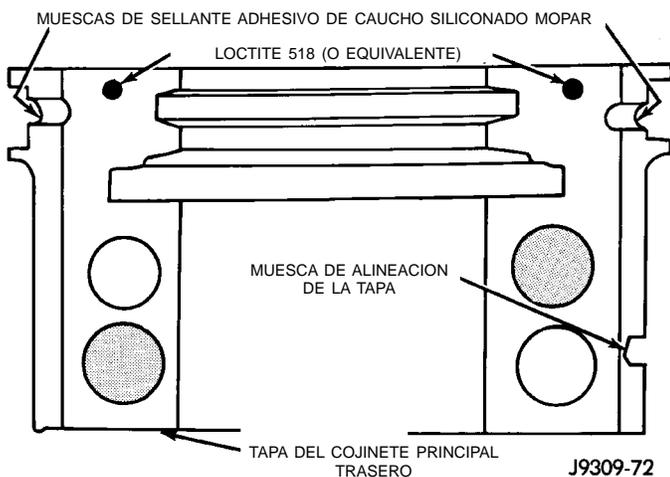
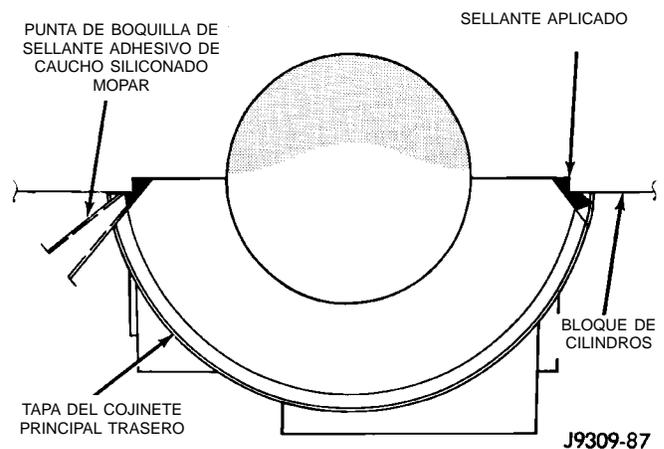

Fig. 45 Aplicación de sellante a la tapa del cojinete
Fig. 46 Aplicación de sellante en la unión de la tapa del cojinete y el bloque
(1) Limpie las superficie de contacto de la tapa trasera del bloque de cilindros. Asegúrese de que la acanaladura de la junta no tenga suciedad.
(2) Lubrique ligeramente los bordes de la junta superior nueva con aceite de motor.
(3) Instale la nueva junta de aceite de cojinete trasero superior con la pintura blanca orientada hacia la parte trasera del motor.
(4) Coloque el cigüeñal en el bloque de cilindros.
(5) Lubrique ligeramente los bordes de la junta inferior nueva con aceite de motor.
(6) Instale la nueva junta de aceite de cojinete trasero inferior en la tapa del cojinete con la pintura blanca orientada hacia la parte trasera del motor.
(7) Aplique una gota de 5 mm (0,20 pulg.) de Loctite 518, o su equivalente, a cada lado de la tapa del cojinete principal trasero (Fig. 45). NO aplique sellante en exceso y no permita que éste toque la junta de goma. Ensamble la tapa del cojinete en el bloque de cilindros, inmediatamente después de aplicar el sellante.
(10) Instale la bomba de aceite.
(11) Aplique sellante adhesivo de caucho siliconado Mopar, o su equivalente, en la unión de la tapa del cojinete para sellar la tapa al bloque y al colector de aceite (Fig. 46). Aplique suficiente sellante hasta que sobresalga una pequeña cantidad. Retire la boquilla y limpie el exceso de sellante en la acanaladura de la junta del colector de aceite.
(12) Instale una nueva junta de aceite delantera en el cigüeñal.
(13) Inmediatamente después, instale el colector de aceite.
(4) Instale la junta de aceite inferior del cojinete trasero nueva en la tapa del cojinete con la pintura blanca orientada hacia la parte trasera del motor.
(5) Aplique una gota de 5 mm (0,20 pulg.) de Loctite 518, o su equivalente, a cada lado de la tapa del cojinete principal trasero (Fig. 45). NO aplique sellante en exceso y no permita que éste toque la junta de goma. Ensamble la tapa del cojinete en el bloque de cilindros inmediatamente después de aplicar el sellante. Asegúrese de que la pintura esté orientada hacia la parte trasera del motor.
(6) Para alinear la tapa del cojinete, utilice la muesca de la tapa, el perno de alineación y los pernos de la tapa. NO retire el exceso de material después del ensamblaje. NO golpee la tapa trasera más de 2 veces para lograr un acoplamiento correcto.
(7) Instale la tapa del cojinete principal trasero con los pernos limpios y lubricados. Apriete de forma alterna TODOS los pernos de la tapa con una torsión de 115 N·m (85 lbs. pie).
(8) Instale la bomba de aceite.
(9) Aplique sellante adhesivo de caucho siliconado Mopar®, o equivalente, a la unión entre la tapa del cojinete y el bloque a fin de proporcionar sellado de la tapa al bloque y al colector de aceite (Fig. 46). Aplique suficiente sellante hasta que sobresalga una pequeña cantidad. Retire la boquilla y limpie el exceso de sellante en la acanaladura de la junta del colector de aceite.
(10) Inmediatamente después, instale el colector de aceite.
(1) Limpie las superficies de contacto de la tapa del cojinete principal trasero, incluida la acanaladura de la junta del colector de aceite.
(2) Instale cuidadosamente una junta superior nueva (consulte el procedimiento anterior de Reemplazo de junta superior - cigüeñal instalado).
(3) Lubrique ligeramente los bordes de la junta inferior nueva con aceite de motor.
(4) Instale una junta inferior nueva en la tapa del cojinete con la pintura blanca orientada hacia la parte trasera del motor.
(5) Aplique una gota de 5 mm (0,20 pulg.) de Loctite 518, o su equivalente, a cada lado de la tapa del cojinete principal trasero (Fig. 45). NO aplique sellante en exceso y no permita que éste toque la junta de caucho. Ensamble la tapa del cojinete en el bloque de cilindros inmediatamente después de aplicar el sellante.
(7) Instale la tapa de cojinete principal trasero con los pernos limpios y lubricados. Apriete de forma alterna los pernos de la tapa con una torsión de 115 N·m (85 lbs. pie).
(9) Aplique sellante adhesivo de caucho siliconado Mopar, o equivalente, a la unión de la tapa del cojinete y el bloque para el sellado de la tapa al bloque y al colector de aceite (Fig. 46). Aplique suficiente sellante hasta que sobresalga una pequeña cantidad. Retire la boquilla y limpie el exceso de sellante en la acanaladura de la junta del colector de aceite.